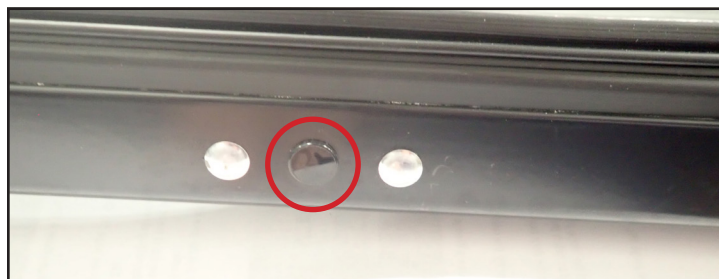

Fig. 22. Capuchon en plastique dans la partie inférieure de la porte.
- i. Retirez le capuchon en plastique. Voir fig. 22